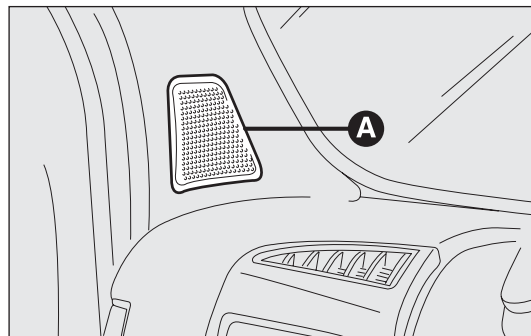

рис. 131
- ❑ 2 высокочастотных динамика А на передних стойках (мощность каждого 30 Вт) – рис. 131;